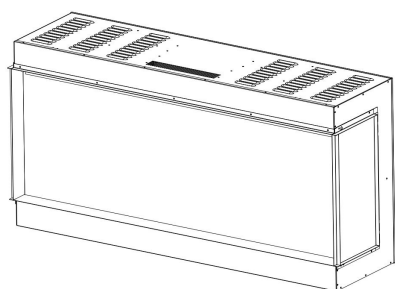

Fig.2-1
1. De haard wordt bevestigd met stootlijsten en panelen aan de linker- en rechterkant. Fig.2-1,2-2